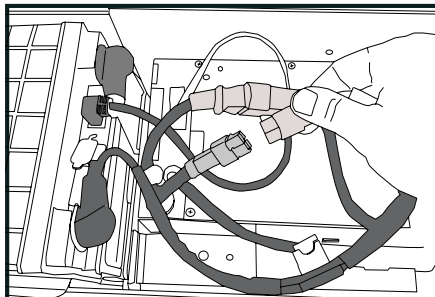

Imagen 3: Cable de fuente de alimentación/batería
- Abra el cajón y conecte el cable de la batería/fuente de alimentación (consulte **Imagen 3**). (Haga coincidir rojo con rojo y negro con negro).